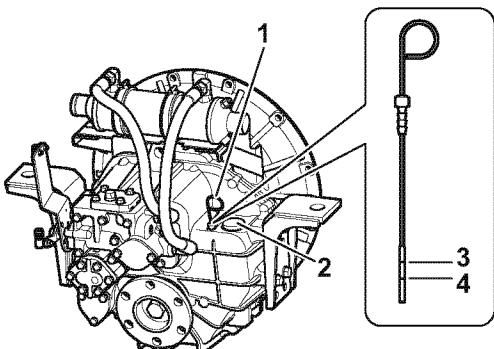

Figure 8
2. Enlevez le bouchon de remplissage (**Figure 8, (2)**) au sommet du boîtier.
3. Enlevez la jauge (**Figure 8, (1)**) et nettoyez-la avec un tissu propre.
5. Enlevez la jauge. Le niveau de l'huile doit être compris entre les lignes supérieure (**Figure 8, (3)**) et inférieure (**Figure 8, (4)**) de la jauge.
3. Remplissez avec de l'huile jusqu'à la limite supérieure sur la jauge (**Figure 8, (3)**). *Voir Spécifications de l'huile pour engrenage marin à la page 36.*